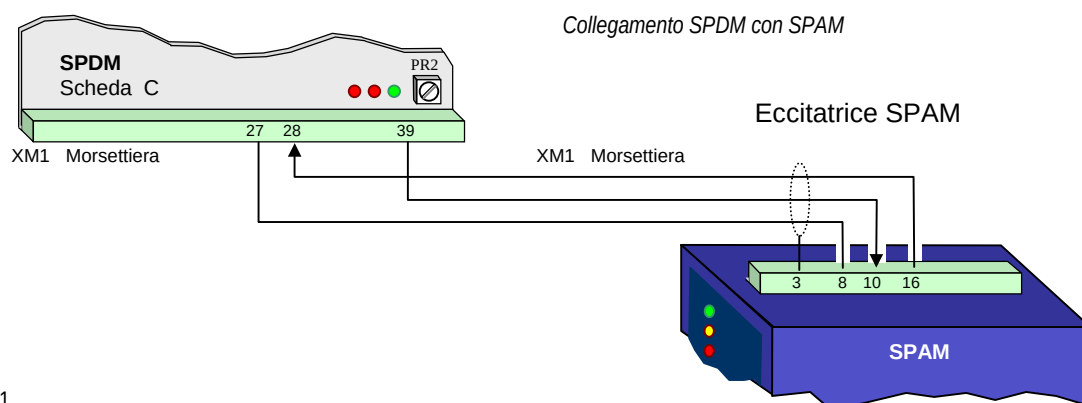

Figura C3.7-1
4. Eseguire i collegamenti con cavo schermato secondo quanto indicato nelle figure C3.7.1, C3.7.2 e C3.7.3.